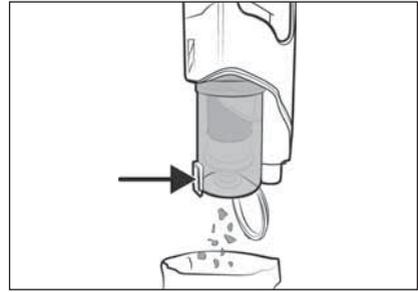

Abb. 16
① Hinweis:
- 1) Halten Sie den Staubbehälter **7** in einen Abfalleimer und drücken Sie die Staubbehälterdeckel-Entriegelungstaste **8**. Der Staubbehälterdeckel **9** öffnet sich und der Inhalt wird in den Abfalleimer entleert (siehe Abb. 16). Schliessen Sie anschließend den Staubbehälterdeckel **9**.